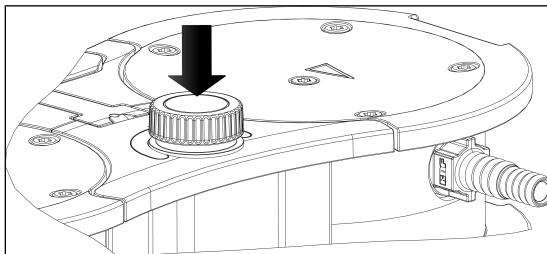

Fig. 6: Allumer et éteindre la pompe à l'aide du bouton poussoir/rotatif
- Mettez la pompe en marche en appuyant sur le bouton-poussoir/rotatif s (voir Fig. 6).